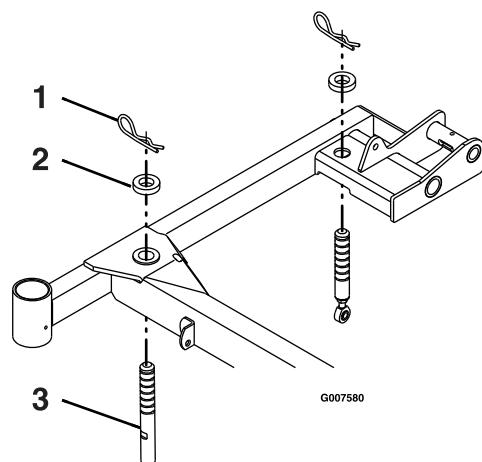

Figura 62
3. Compruebe que todos los pasadores de horquilla están en los taladros de altura de corte de 7.62 cm (3") con los espaciadores debajo de los pasadores de horquilla (Figura 62).
4. Acorte o alargue cada pasador de soporte de la carcasa de corte para obtener una altura en la punta de las cuchillas de 7.62 cm (3") en la parte delantera de la carcasa y 8.26 cm (3¼") en la parte trasera de la carcasa (Figura 62).